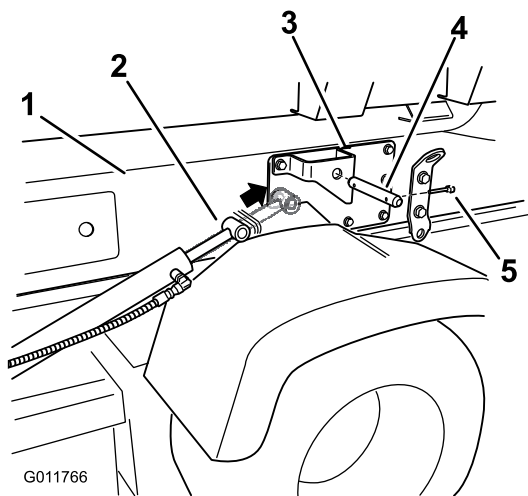

Figura 4
2. Extienda los cilindros de elevación hasta los soportes del patín del depósito. Alinee los brazos de los cilindros con los taladros de los soportes de los patines del depósito (Figura 4).
- Sujete el patín del depósito a los cilindros de elevación en ambos lados del vehículo con el pasador y la chaveta (Figura 4).